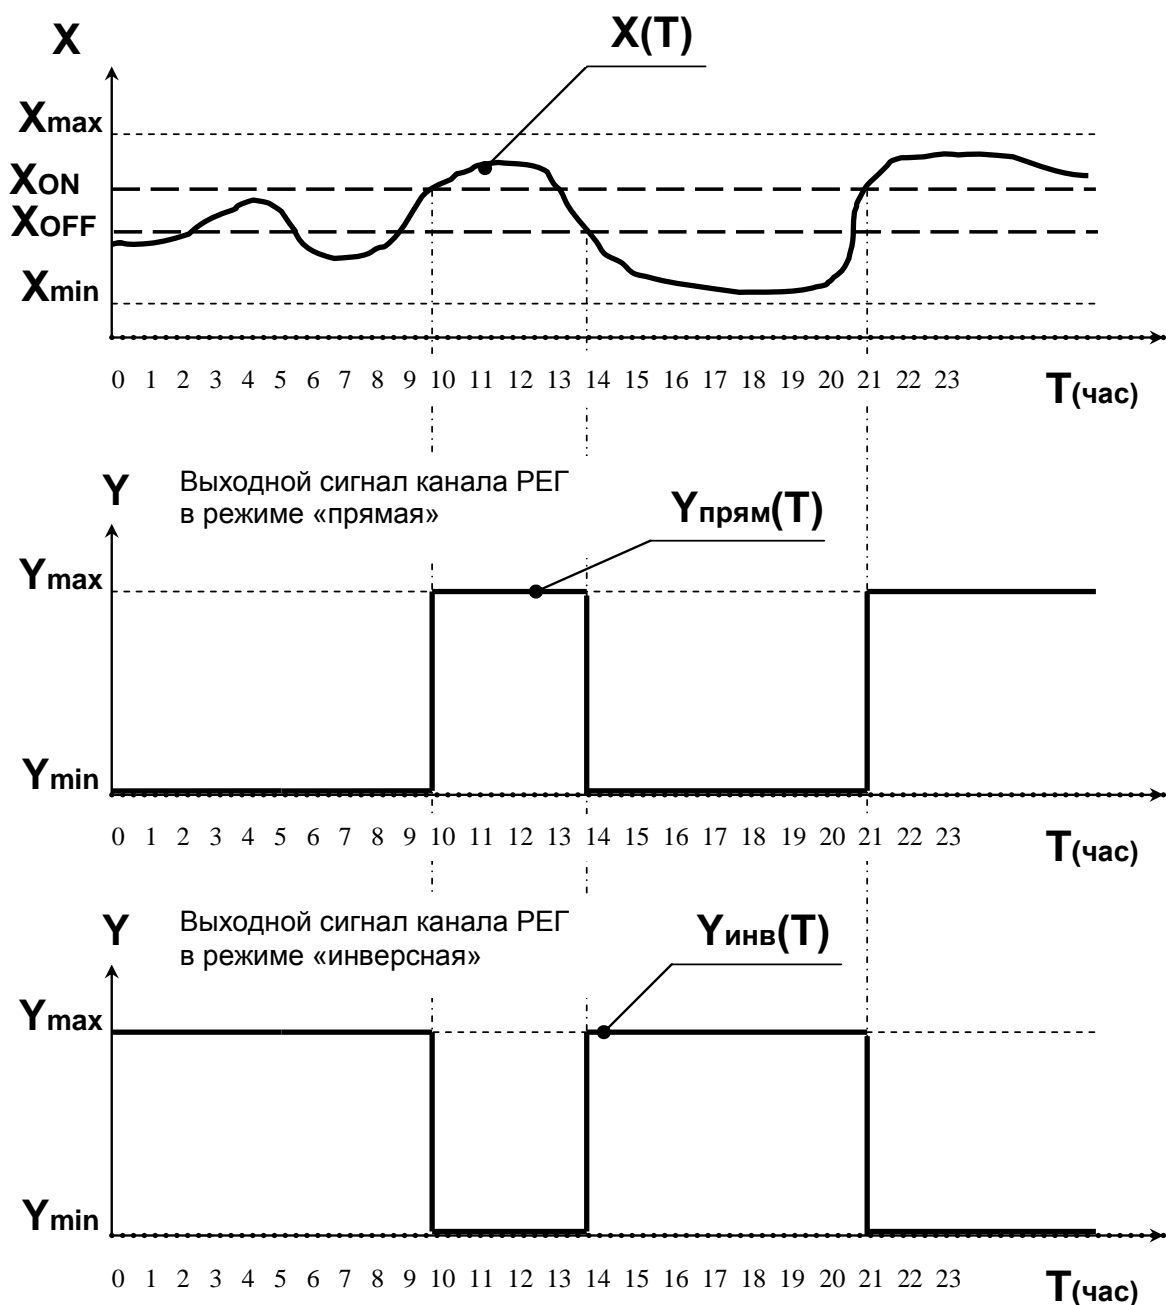

Рис. 5.2
Это проиллюстрировано на Рис. 5.2. Значение порогов вводится пользователем для каждого канала индивидуально.
5.6.1. Предусмотрено две характеристики порогового сигнала – прямая и инверсная (см. графики на Рис. 5.2).